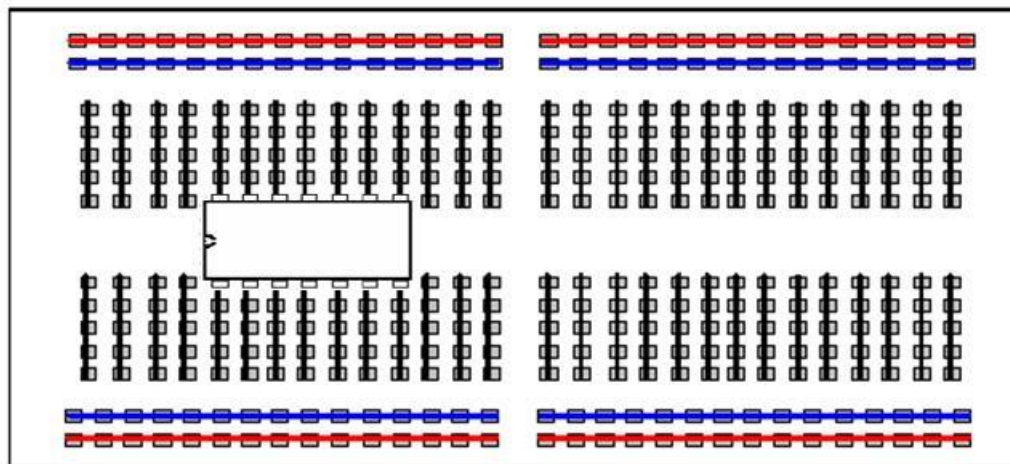

Figura 1 - Ligações internas da *breadboard* e modo correto de colocação de um CI.
- A Figura 1 explica como as linhas da *breadboard* estão ligadas internamente e o modo correto de colocação de um CI (Circuito Integrado). Deste modo, **cada pino do CI deve ficar ligado a uma linha diferente da *breadboard***, restando ainda, para cada pino, 4 furos que permitem a interligação com outros componentes, com o auxílio de fios de ligação.
- Atenção: como mostra a Figura 1, **em muitas *breadboards* as linhas horizontais da esquerda não fazem contacto com as da direita, sendo necessário fazer a ligação com um fio.**